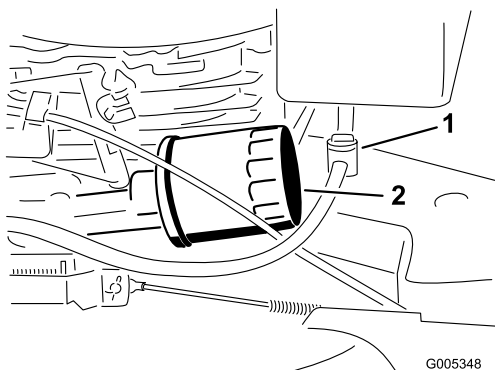

Figure 23
3. Fermez le robinet d'arrivée de carburant (Figure 23).